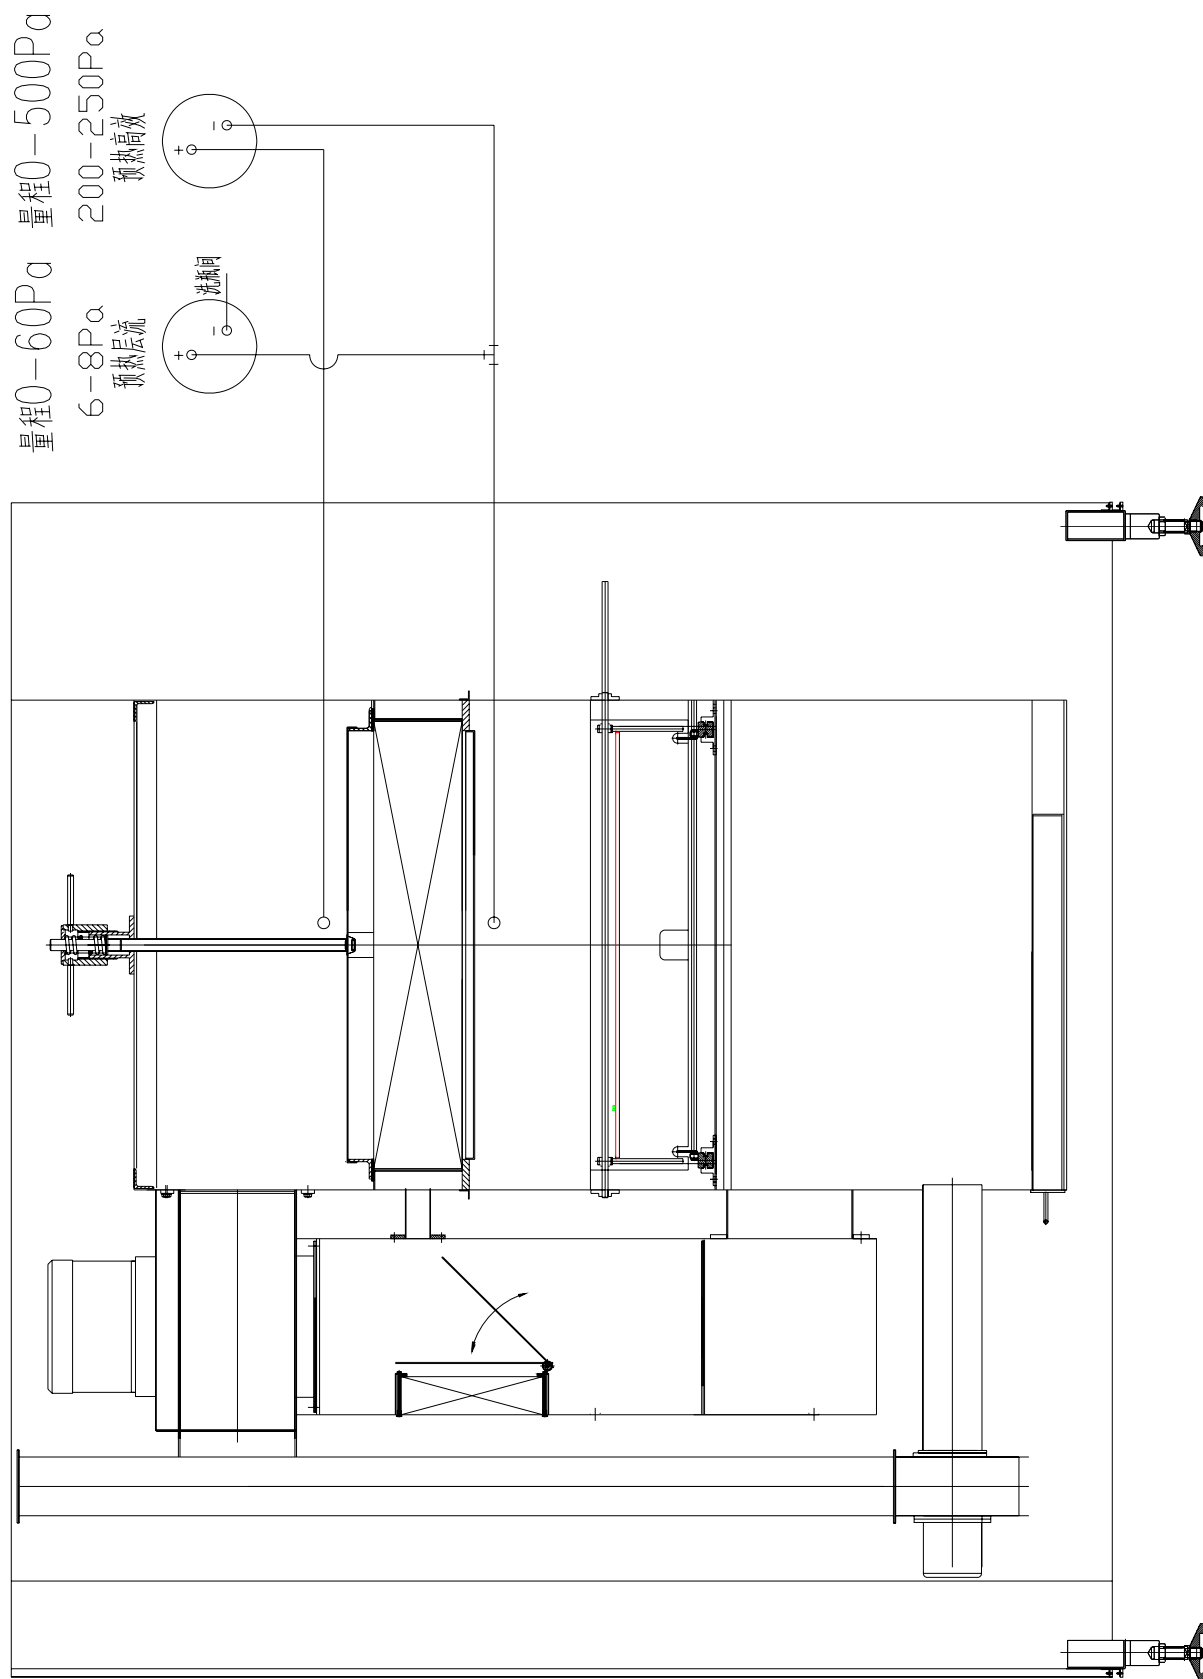

图 2-13 微压差表管接示意图（预热区）
- * 预热层流微压差表（量程：0~60Pa；压差：6~8Pa）（见图 2-13）
- * 预热高效微压差表（量程：0~500Pa；压差：200~250 Pa）（见图 2-13）